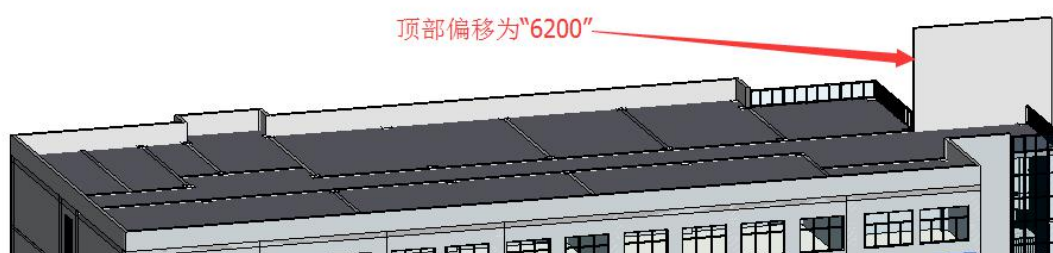

图 9-15 顶部偏移 6200
- 进入到 F6 平面视图，选择位于建筑物东侧 E 轴线上的外墙，修改“顶部偏移”为“6200”（图 9-15）。